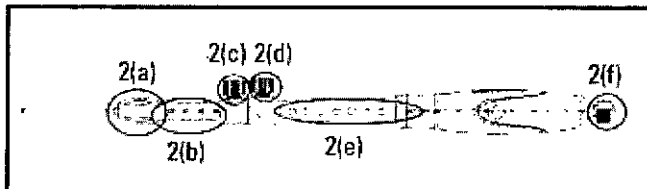

Figura 2.
2. Compruebe que la aguja esté totalmente retraída y que el bloqueo de ajuste de la aguja (figura 2(d)) esté fijado en la posición cero (figura 2(e)).
3. Determine la longitud de la vaina adecuada en relación con la longitud del ecoendoscopio. Utilice el bloqueo de ajuste de la vaina (figura 2(c)) para establecer la longitud deseada de la vaina y fijarla en su posición. Gire el bloqueo de ajuste de la vaina en el sentido de las agujas del reloj para fijar la vaina en su posición. La punta distal de la vaina debe ser visible en la imagen endoscópica.
Nota: Los números de referencia y las marcas en el indicador de ajuste de la vaina (figura 2(b)) sólo se muestran como referencia.
6. Siga haciendo avanzar el dispositivo hasta que salga del ecoendoscopio y la vaina se pueda ver en la imagen endoscópica. Apriete la conexión luer (figura 2(a)) girándola en el sentido de las agujas del reloj para conectar el dispositivo al puerto del canal de trabajo del ecoendoscopio.
Nota: Si es necesario ajustar la longitud de la vaina, afloje el bloqueo de ajuste de la vaina (figura 2(c)) y vuelva a colocarlo con el punto de referencia adecuado.